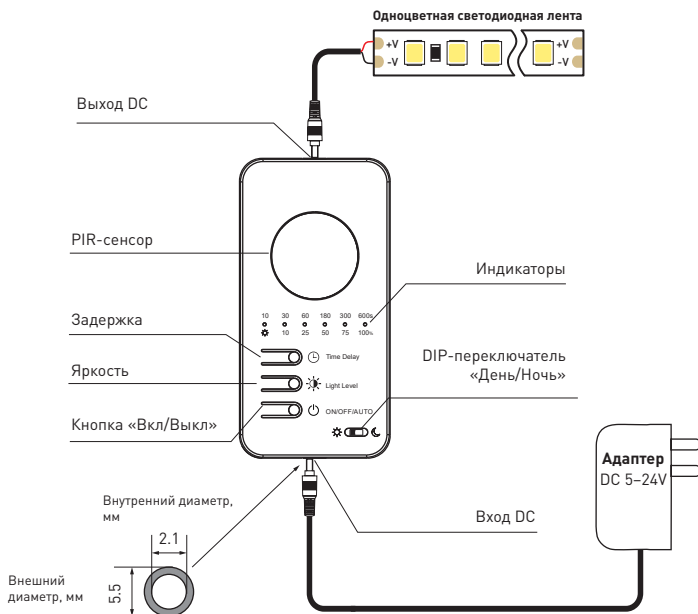

Рис. 1. Устройство и подключение контроллера SMART-SENS с возможностью изменения яркости
- 3.2. Подключите контроллер, соблюдая порядок подключения проводов (рис. 1).